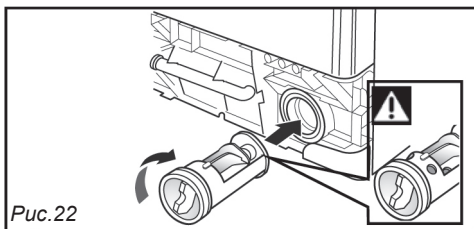

Рис.22
- Для замены, вставьте фильтр, расположив наибольший выступ на цилиндрической поверхности кверху (Рис. 22).
- Закрутите колпачок до упора (Рис. 22).